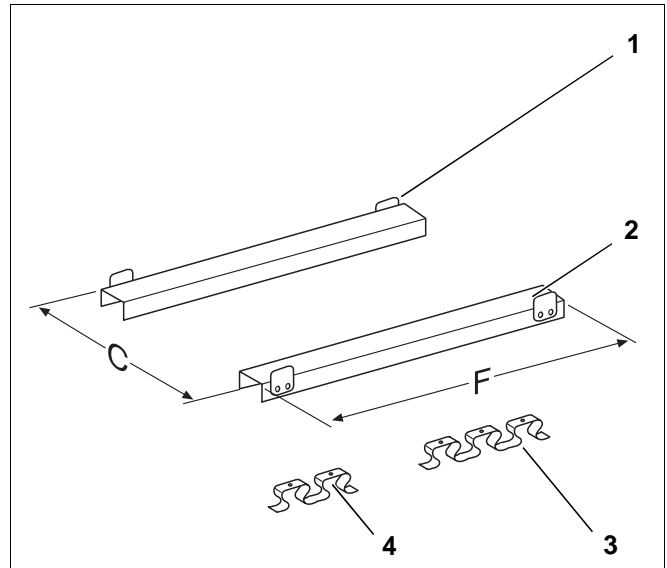

Abb. 1 Unterbau – Stahlheizkessel
- Das längere Teil der Längsdämmbügel (Abb. 1, **Pos. 3**) jeweils vorne und das kürzere Teil der Längsdämmbügel (Abb. 1, **Pos. 4**) hinten (hinten $\hat{=}$ spätere Position der Kesselrückseite) unter die U-Profilschiene (Abb. 1, **Pos. 2**) schieben.
- Heizkessel mit den Bodenschienen neben den Laschen (Abb. 1, **Pos. 1**) auf den Unterbau stellen und ausrichten.